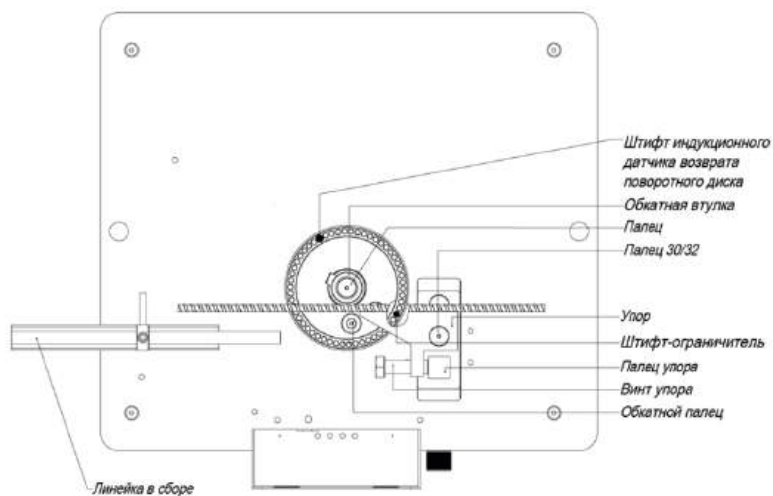

Рис. 4. Схема расположения гибочных приспособлений
- установите все необходимые приспособления (см. рис. 4);
- установите на поворотный диск пальцы нужного диаметра, при необходимости установите обкатные втулки. Обкатной палец необходимо установить в отверстие, указанное на рис. 4. Для установки пальца в соседнее отверстие, в случае необходимости (износа данного отверстия), нужно отрегулировать положение пластины датчика остановки;
- установите упор в упорную рейку. Упор необходимо зафиксировать при помощи пальца упора и регулировочного винта (рис. 4);